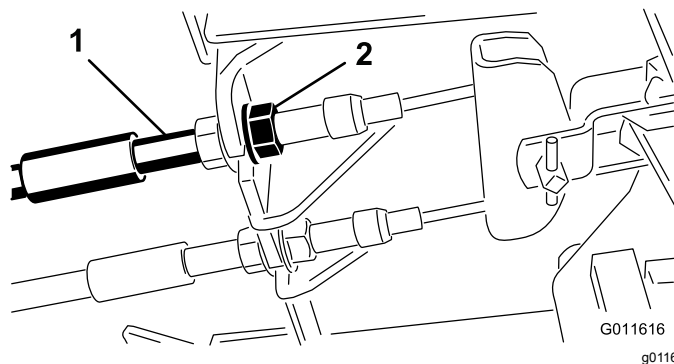

Figura 87
1. Per ridurre il gioco dei pedali del freno, stringete i freni allentando il dado anteriore sull'estremità filettata del cavo del freno (Figura 87).